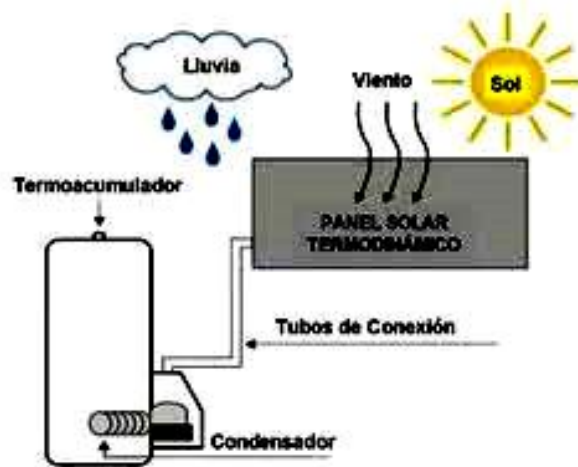

Figura 2.1.
La temperatura es la medida de la cantidad de energía de un objeto, ya que la temperatura es una medida relativa, las escalas que se basan en puntos de referencia deben ser usadas para medir la temperatura con precisión. Hay cuatro escalas comúnmente usadas actualmente para medir la temperatura: la escala Fahrenheit (°F), la escala Celsius (°C), la escala Kelvin (K) y la escala Rankine. Cada una de estas escalas usa una serie de divisiones basadas en diferentes puntos de referencia tal como se muestra en la figura 2.1